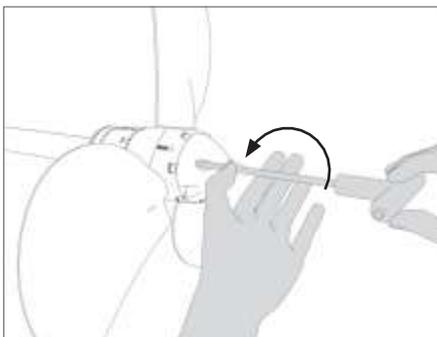

ABB. 31 Herausdrehen der Schrauben der Propellerspitze
- Entfernen Sie die Propellerspitze, indem Sie die Edelstahlschrauben lösen. (Abb. 31 - 32 - 33).